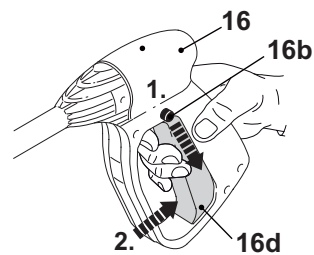

Fig. 18
4. Déverrouillez la gâchette en appuyant sur le bouton de désactivation (16b) (Fig. 18).